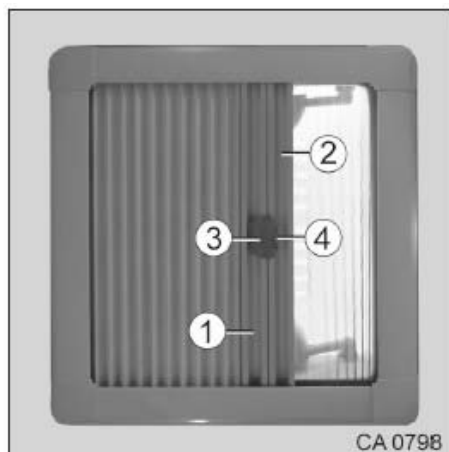

Fig. 76 Stores sur le lanterneau
1. Déplacer le store occultant (Fig. 76/1) ou le store moustiquaire (Fig. 76/2) en les tenant aux poignées.
2. Accoupler les deux stores avec la poignée (Fig. 76/3).
3. Pour les désaccoupler, appuyer sur le bouton (Fig. 76/4) et faire basculer la poignée (Fig. 76/3).
4. Détacher la moustiquaire (Fig. 76/2) du store occultant (Fig. 76/1).